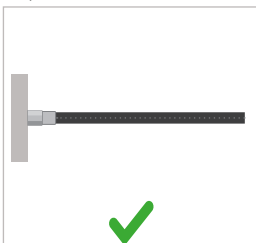
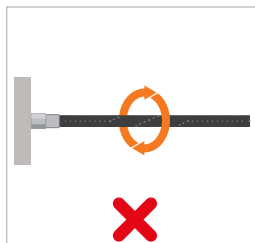

Abbildung 9
Abbildung 10
- ▶ Verdrehen Sie den Schlauch nicht beim Einschrauben (Abbildung 9 und Abbildung 10).